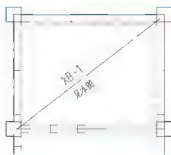

图 5.38 标注配板文字
(3) 启动【复制】命令。将“XB-1”复制到斜线下部并用【文字编辑】命令将其修改为“见本图”，结果如图 5.38 所示。